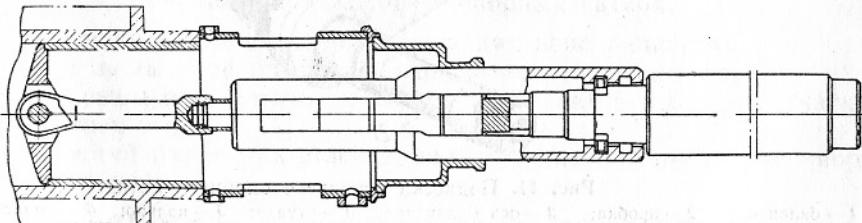

Рис. 13. Установка приспособления УК-10А для выпрессовки наружной втулки балансира
6. Вынуть из кронштейна балансир 4 переднего катка, гайку 2, шайбу 1, рычаг 3 и регулировочные кольца 5. Снять регулировочные кольца 6 с оси балансира. При необходимости с помощью приспособлений УК-10А и УК-17 выпрессовать (рис. 13, 14) из кронштейна наружную и внутреннюю втулки балансиров.
5. При необходимости выпрессовать (рис. 13, 14) втулки балансиров с помощью приспособлений УК-10А и УК-17.